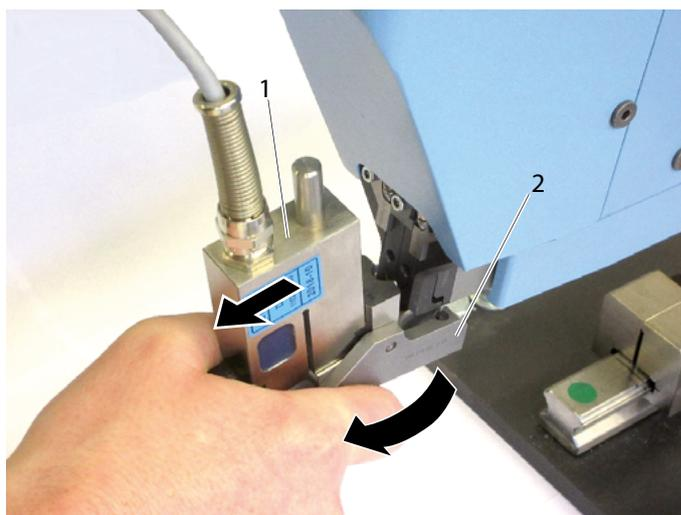

Fig. 10 Retire la unidad de verificación de la fuerza de cierre
9. Retire la unidad de verificación (1) de la herramienta (consulte Fig. 10).